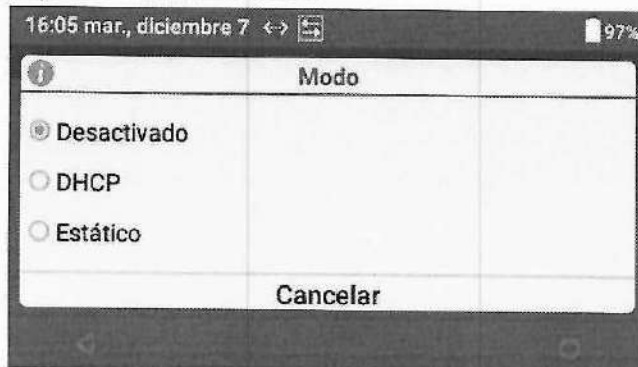

Figura 27: Modo Ethernet
- 4 En el cuadro de diálogo (Figura 27), seleccione el modo apropiado: